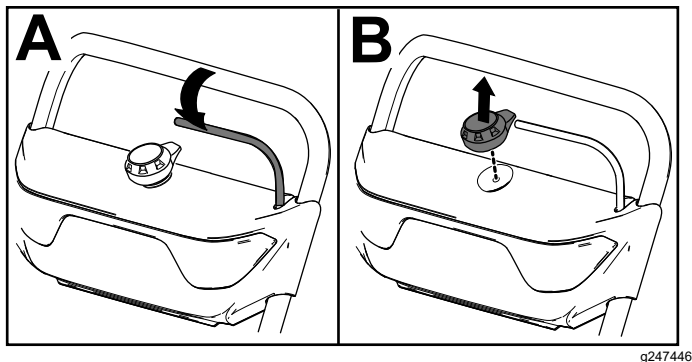

Bild 12
1. Den Bügel lösen (A in Bild 12).
2. Entfernen Sie den elektrischen Startknopf aus dem Elektrostarter (B in Bild 12).